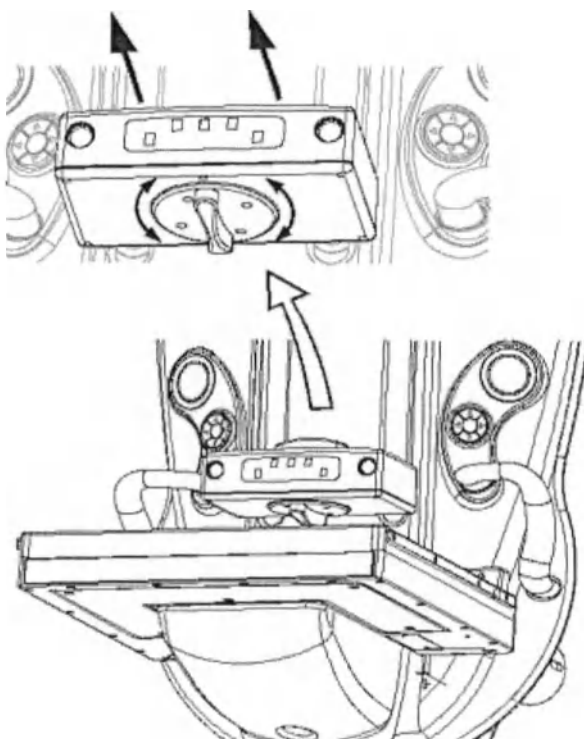

Рисунок 3.4.51 – Снятие компрессионной лопатки и держателя
2. Снимите компрессионную лопатку и затем держатель компрессионной лопатки (Рисунок 3.4.51).